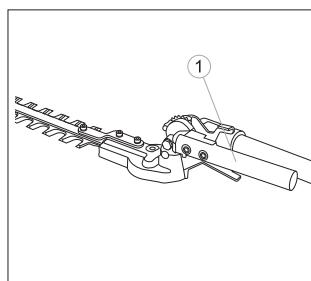

fig. 26
3. En pressant toujours le fixateur, tournez l'ensemble coupant à l'aide d'un levier de réglage jusqu'à ce qu'il prenne la même direction que l'arbre de transmission (à 180°) (fig. 26).